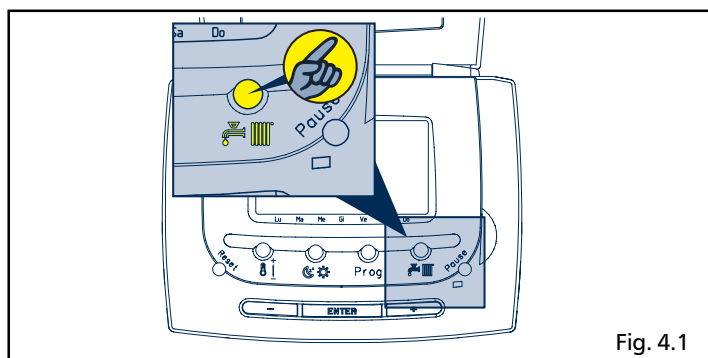
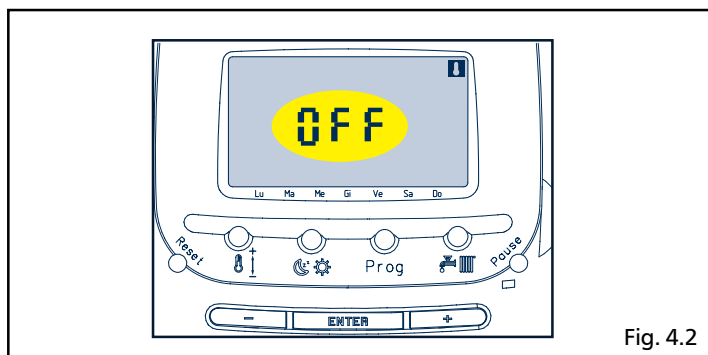

Fig. 4.1
Fig. 4.2
- premere il tasto estate-inverno  sul pannello comandi a distanza (fig. 4.1). Premendo una volta il tasto  si passa dalla funzione OFF (fig. 4.2) alla funzione estate  (fig. 4.3)
Premendo una seconda volta il tasto  si passa alla funzione inverno (fig. 4.1) Il display visualizza per 5 secondi lampeggiando la temperatura ambiente impostata e si accende l'indicatore di modifica  (fig. 4.4).